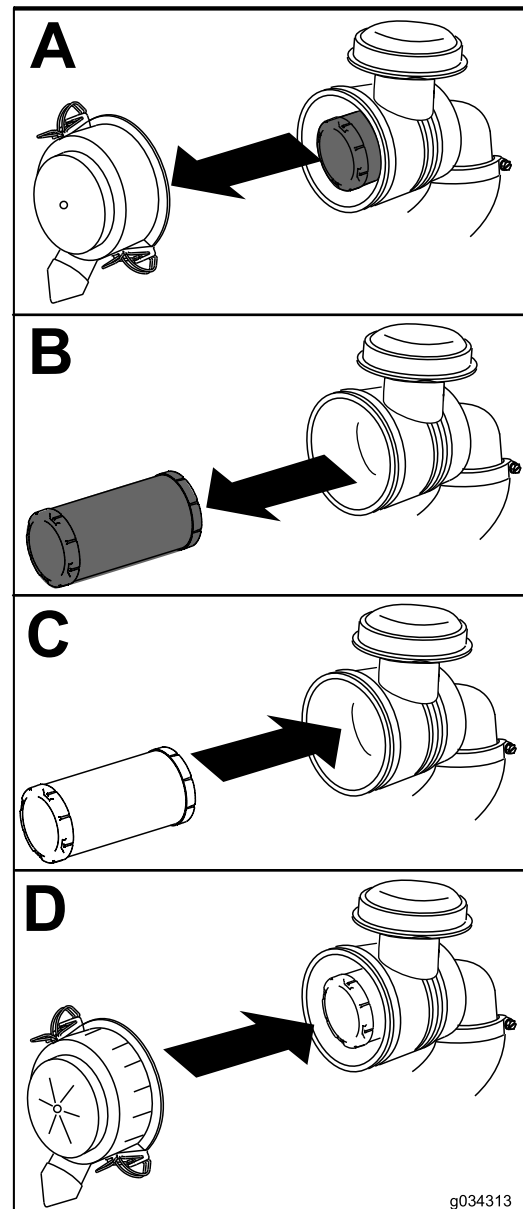

Bild 36
4. Bringen Sie die Luftfilterabdeckung so an, dass die Seite mit UP nach oben zeigt, und rasten Sie die Riegel ein (Bild 36).
1. Schieben Sie den Luftfilter vorsichtig aus dem Luftfiltergehäuse heraus (Bild 36).